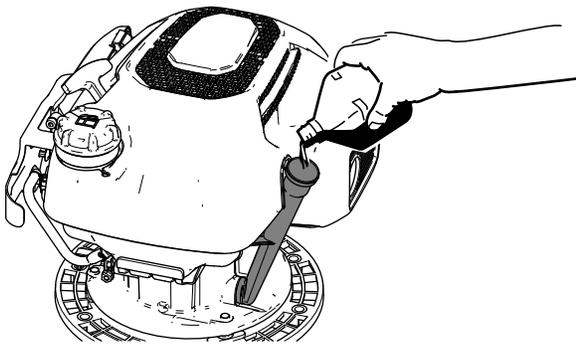

図 15
3. オイルフィルタの補給口から所定のエンジンオイルをゆっくりと入れ(図 15)、3 分間待つ。